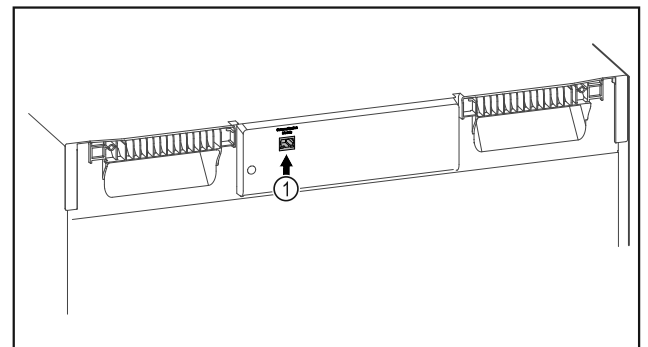

Fig. 93
- SmartModule Fig. 93 (1) je nasadený.